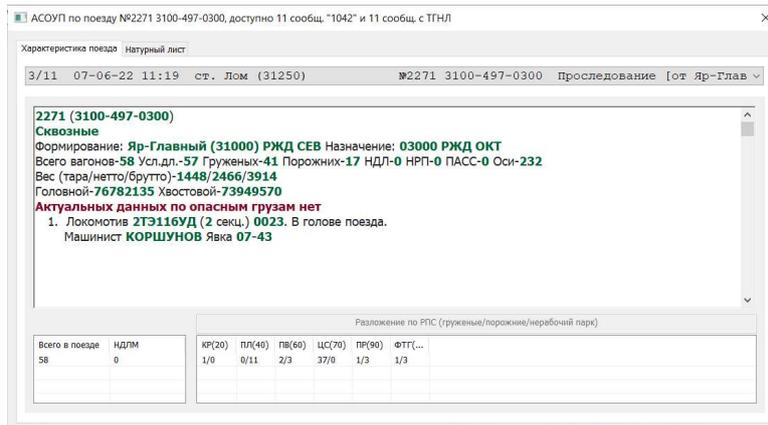

Рис.118. Сообщение АСОУП. Характеристика поезда.
3. Появится окно информации о поезде (см. рис. 118, 119).